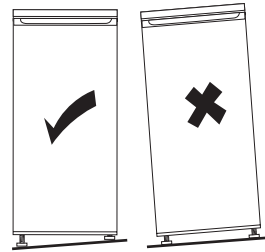

Imagen 2
Si el aparato se inclina de alguna manera, ajuste la altura del pie izquierdo/derecho (4) del aparato para que quede nivelado en horizontal (→ imagen 2).